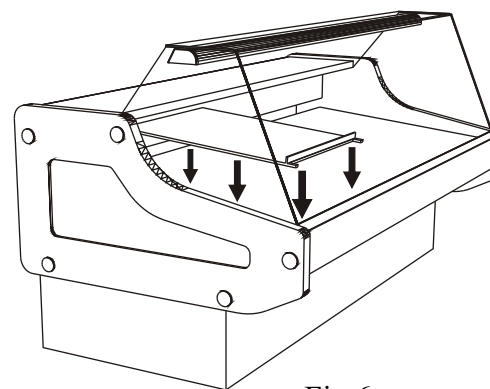

Fig.6
- 8.installer les tablettes d'exposition (fig.6),
10. installer les tablettes d'exposition (fig.6),